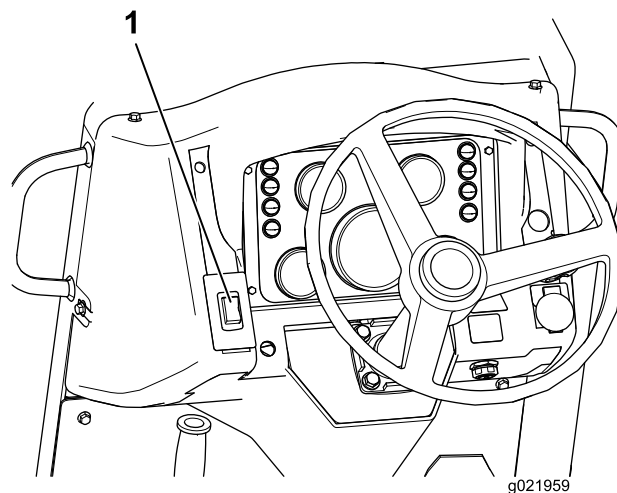

Рисунок 23
1. Нажмите переключатель стояночного тормоза (Рисунок 23) вверх, чтобы включить стояночный тормоз.